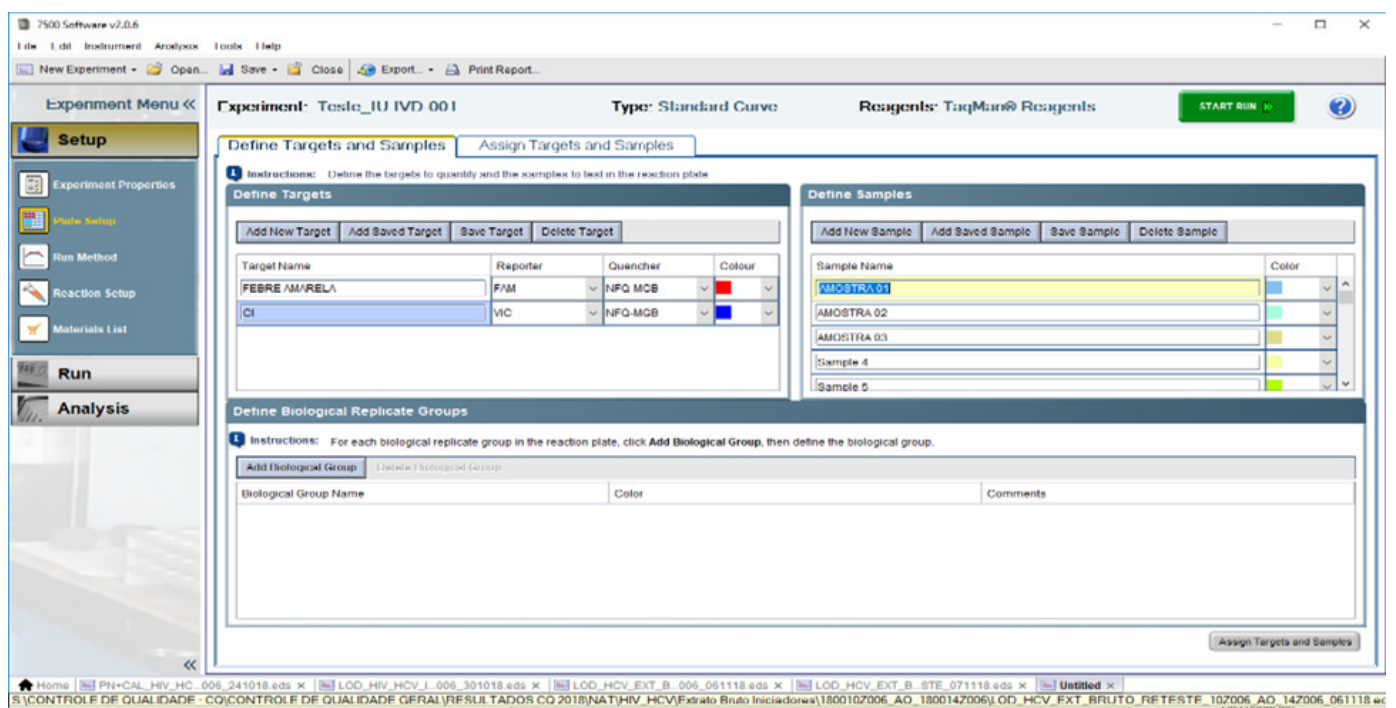

Figura 04: Configuração da aba Define Samples.
- Na seção Define Samples, adicionar os campos de amostra e controles clicando no botão Add New Sample. Identificar os campos correspondentes de acordo com a posição na placa, conforme Figura 04.